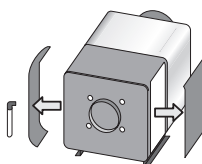

図3
- ①コーナークランプを外し、フィルタケースよりフィルタケースフタを取り外してください。(図3)